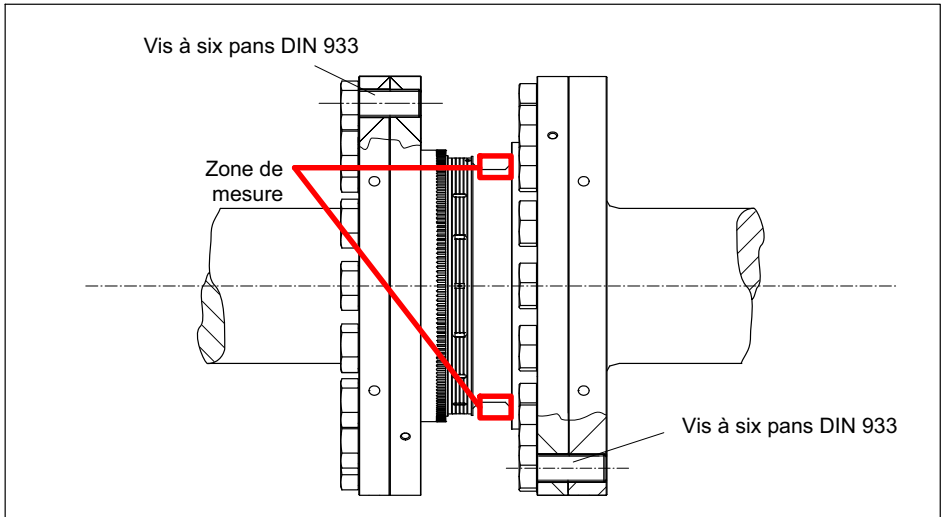

Fig. 5.5 Fixation du rotor
Veiller à ne pas endommager la zone de mesure repérée sur la Fig. 5.5 lors du montage, par ex. en appuyant ou cognant des outils lors du serrage des vis. Cela peut endommager le capteur, voire le détruire, et conduire à des erreurs de mesure.
2. Pour fixer la bride (voir Fig. 5.5), utiliser des vis à six pans DIN 933 d'une longueur appropriée (en fonction de la géométrie de raccordement, voir Tab. 5.1 page 25).